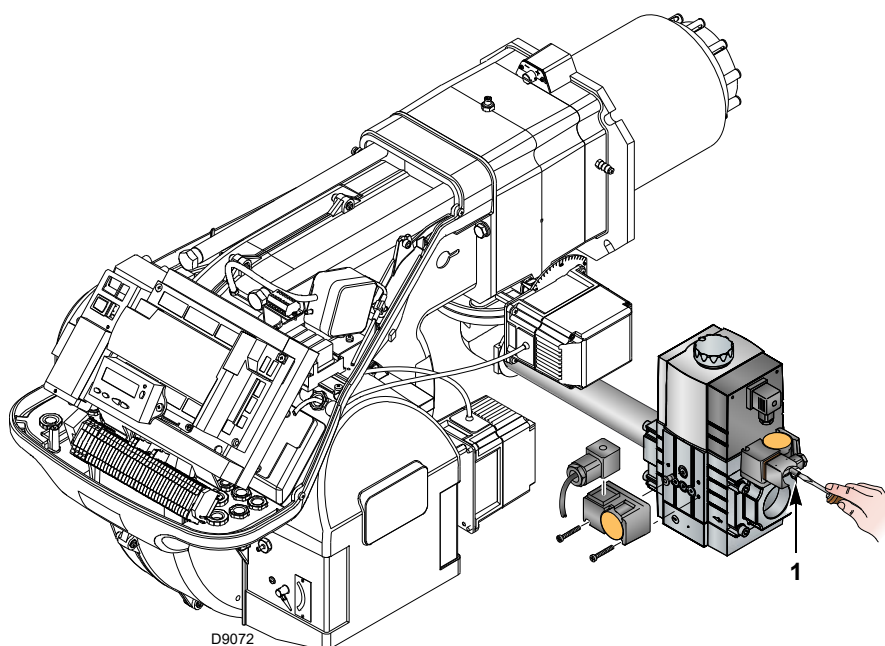

Fig. 26
- Verificați presiunea de alimentare cu gaz prin conectarea unui manometru la punctul de priză de presiune 1)(Fig. 26) al presostatului de presiune minimă a gazului: aceasta trebuie să fie mai mică decât presiunea maximă admisibilă a rampei de gaz indicată pe plăcuța indicatoare.
- Evacuați aerul din conducta rampei de gaz prin conectarea unui tub de plastic la priză de presiune 1)(Fig. 26) a presostatului de presiune minimă a gazului. Scoateți țeava de ventilație în afara clădirii până la detectarea mirosului de gaz.